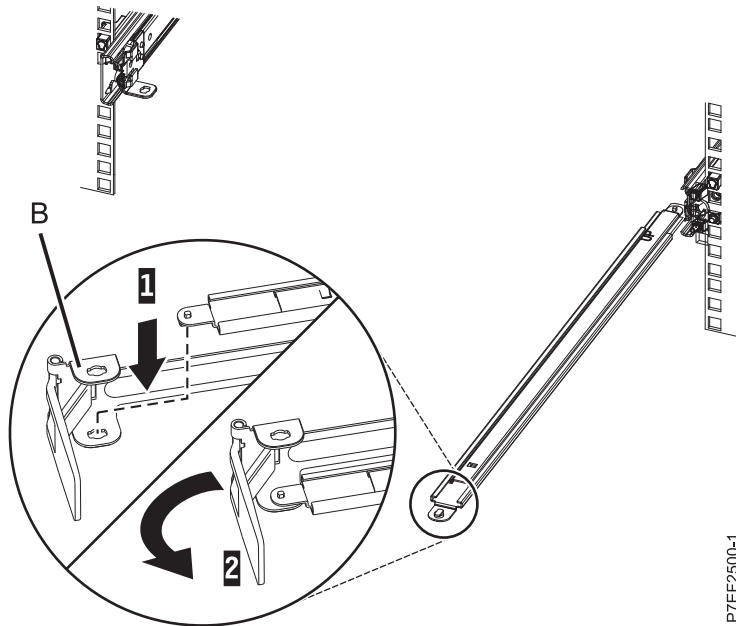

Figure 11. Fixation de l'équerre d'arrêt du bras de routage des câbles au bras de support
- Localisez le trou situé en bas, dans l'angle interne du support d'arrêt de routage des câbles en forme de L (B). Placez l'extrémité non fixée du bras de support de sorte que la languette de verrouillage de la face inférieure de son extrémité s'aligne sur le trou du support. Insérez la languette dans le trou (1) et tournez le support (2) pour le fixer au bras de support. Pour plus de détails, voir figure 11, à la page 9